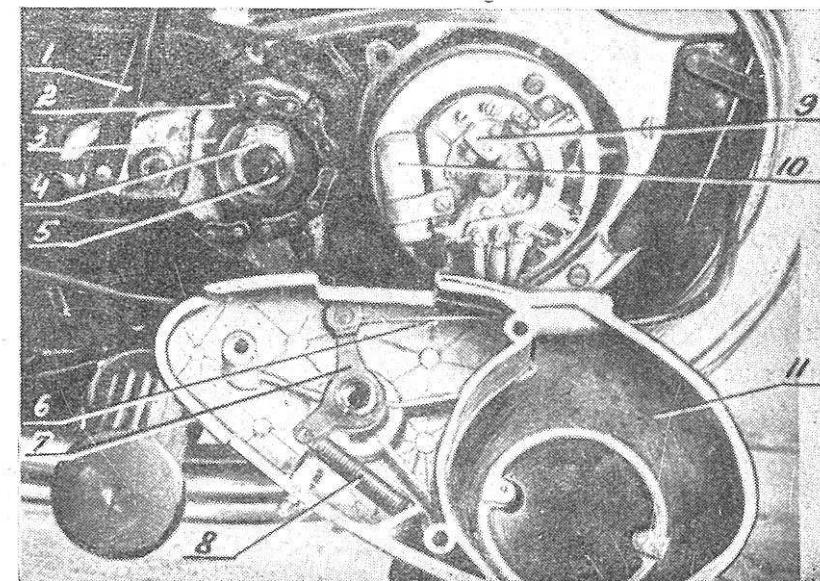

Рис. 11.
С правой стороны картера смонтирован указатель передач (1) рис. 11, стрелка которого устанавливается против цифры на верхнем щитке цепи, соответствующей включенной передаче.
Передача от коробки перемены передач на заднее колесо осуществляется роликовой цепью (2) рис. 11, одетой на ведущую звездочку первичного валика (3) рис. 11 и ведомую звездочку заднего колеса.